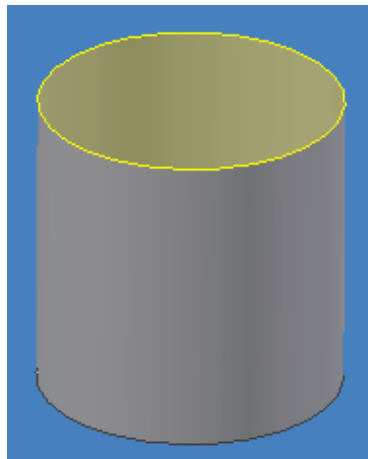

Figura 3.68 Creación de un BOUNDARY PATCH.
- Presione OK para finalizar, figura 3.68.